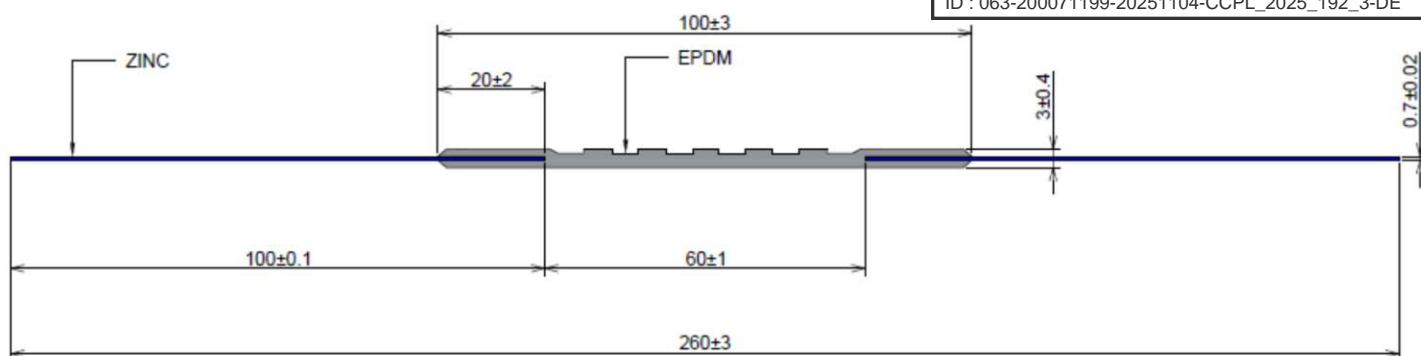

Figure 1 – Joint de dilatation VMZINC Type 26
2.2.1. Présentation du Joint de dilatation VMZINC® (cf. figures 1 et 1 bis)
Figure 1 bis – Joint de dilatation VMZINC Type 39